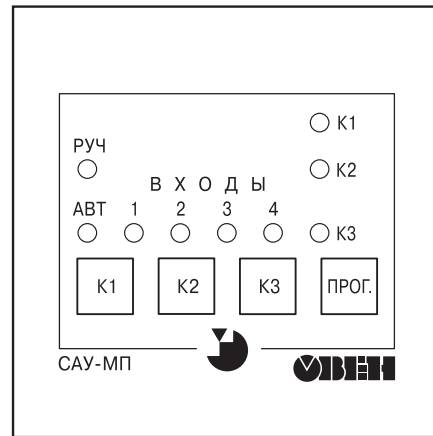

Рис. 11
3.2.4.1. На лицевой панели прибора (рис. 11) имеются светодиодные индикаторы: